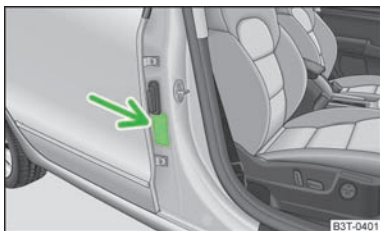

Abb. 150
- Auf diese Tatsache weist auch der Aufkleber hin, der sich an der B-Säule auf der Beifahrerseite befindet » Abb. 150. Der Aufkleber ist nach dem Öffnen der Beifahrertür sichtbar. Für einige Länder ist der Aufkleber auch an der Sonnenblende des Beifahrers angebracht.